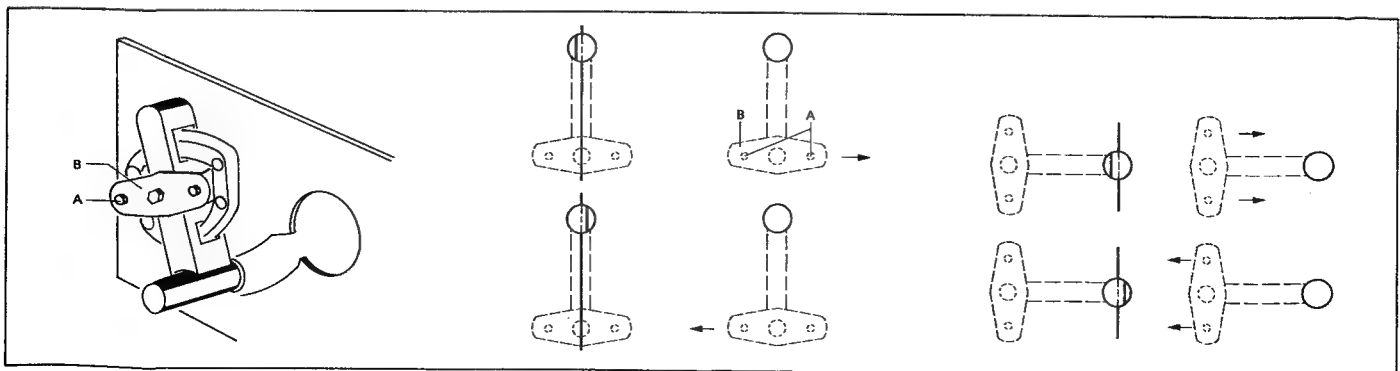

Fig. 4.15
→ Fig. 4.15
- 2 Schrauben [A] lösen bis sich die Lagerplatte [B] verschieben lässt. (Fig. 4.15)
- Die Lage der Lagerplatte gemäß Fig. 4.15 korrigieren.